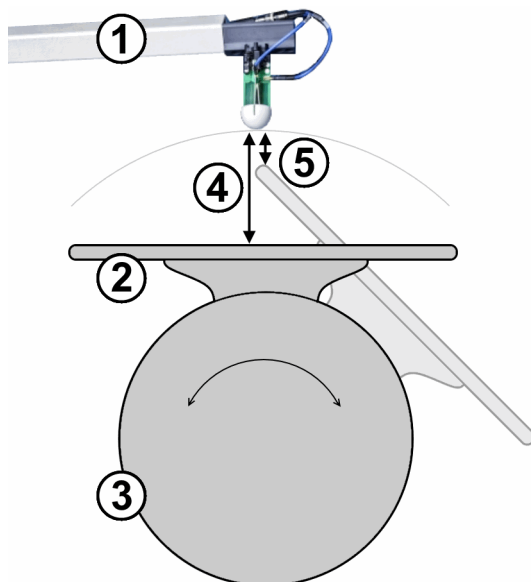

Рис. 7-9: Вид сверху поворотного стола с установленным комплектом держателя печатной платы и находящейся рядом рукой антенны
- Положение азимута, как показано на рис. 7-9